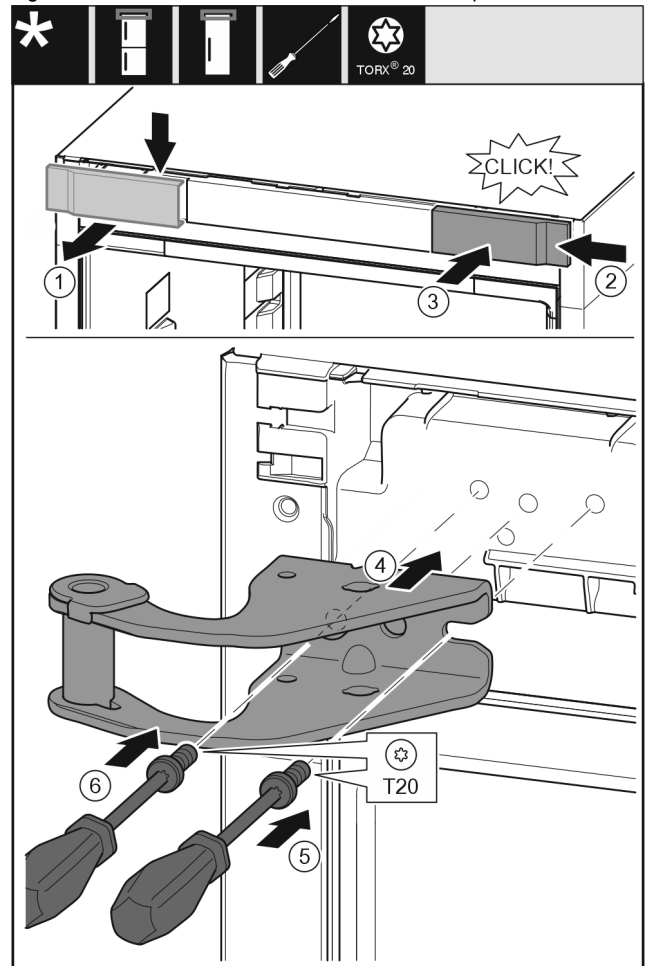

Fig. 11
- ▶ Hiqni kapakun mbulues nga lart duke e tërhequr përpara. Fig. 11 (1)
- ▶ Futni kapakun të rrotulluar me 180°, në anën tjetër nga e djathta. Fig. 11 (2)
- ▶ Mbërtheni në vend kapakun mbulues. Fig. 11 (3)
- ▶ Vendosni bazamentin mbështetës të sipërm. Fig. 11 (4)
- ▶ Vendosi vidën me një kaçavidë T20 dhe shtrëngojeni fort. Fig. 11 (5)
- ▶ Futni në vend vidën me një kaçavidë T20 dhe shtrëngojeni fort. Fig. 11 (6)